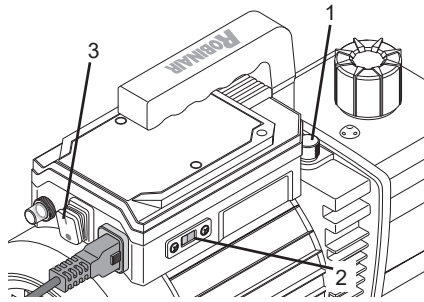

Figura 7
6. Compruebe la posición del interruptor selector de voltaje (2) (consulte Figura 7) para garantizar que la selección de voltaje corresponda con la clasificación de voltaje de la fuente de alimentación.
1. ENCIENDA (3) la bomba de vacío (consulte Figura 7).
La válvula de lastre de gas (1) está ubicada al lado del asa, frente al accesorio de entrada (consulte Figura 7).
3. APAGUE (3) la bomba de vacío *(consulte Figura 7)*.